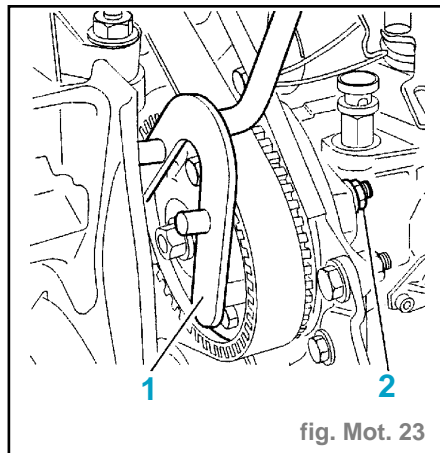

fig. Mot. 23
- les écrous (2) : utiliser l'outil **0117.AP** (fig. Mot. 23).
- Desserrer l'écrou de fixation du pignon de pompe : utiliser l'outil (1) **0132.AA** (fig. Mot. 23).